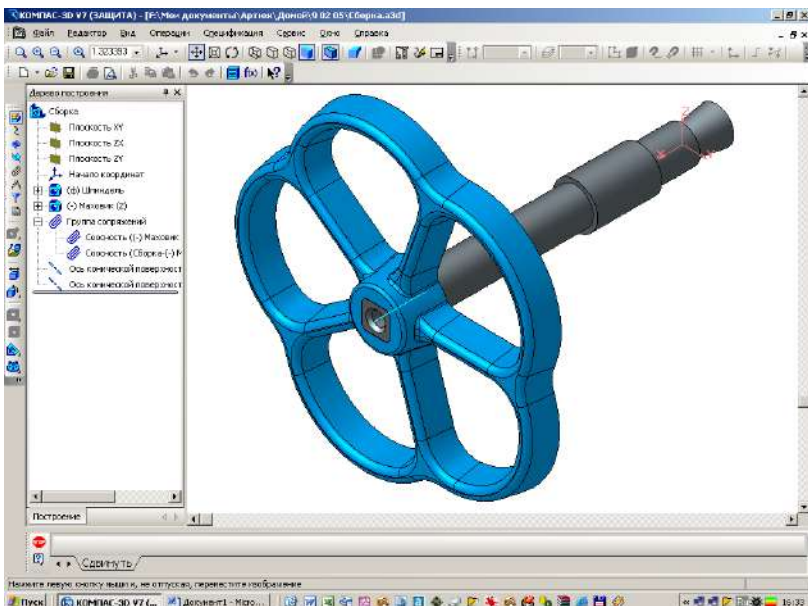

Рисунок 9.21 – Вікно складання з базовою деталлю «Шпиндель» і введеною деталлю «Маховик» з співпадаючими площинами
- клацніть мишею по грані деталі «Маховик», а потім по торцю чотиригранника «Шпинделя». Оскільки компонент «Шпиндель» зафіксовано, то компонент «Маховик» встановиться на чотириграннику «Шпинделя» (рис. 9.21)